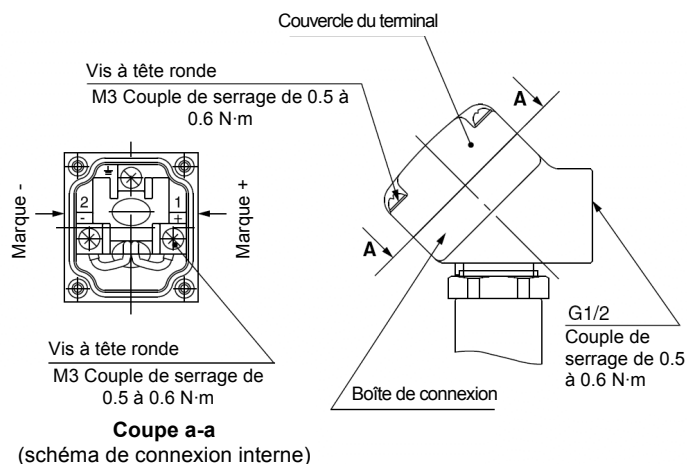

Figure 12
- Réalisez les connexions en respectant les repères indiqués en Figure 12.
- Serrez les vis et les raccords au couple recommandé en Figure 12.